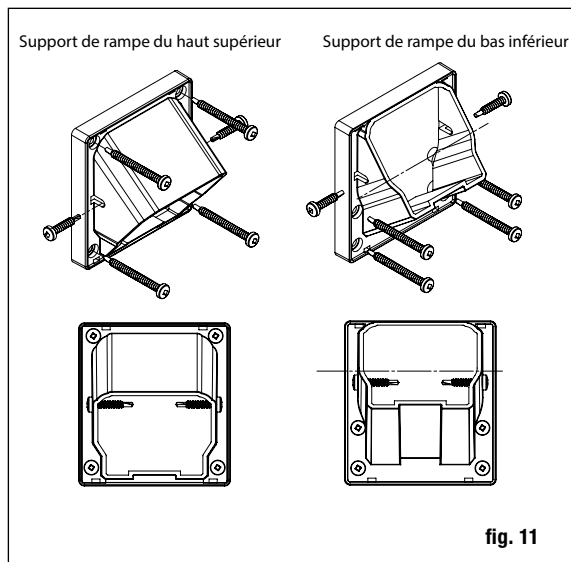

fig. 11
**Étape 8** Placez les couvre-supports et supports de traverse d'escalier aux extrémités de la traverse supérieure. Positionnez la traverse du haut en plaçant les balustres à l'intérieur des trous fraisés, tout en travaillant d'une extrémité à l'autre. Centrez le support d'escalier sur le poteau. En utilisant le support d'escalier comme guide, marquez la position des vis sur le manchon de poteau et sur les deux extrémités de la traverse. Percez des trous de guidage de 0,3 cm (1/8 po) dans le manchon de poteau et la traverse. Fixez le support d'escalier au manchon de poteau à l'aide des vis à tête cylindrique carrée n°8-15 x 2po - n°2, puis fixez le support d'escalier au rail à l'aide des vis autotaraudeuses n°8-16 x 3/4 po - n°1 à tête cylindrique carrée (fig. 11).